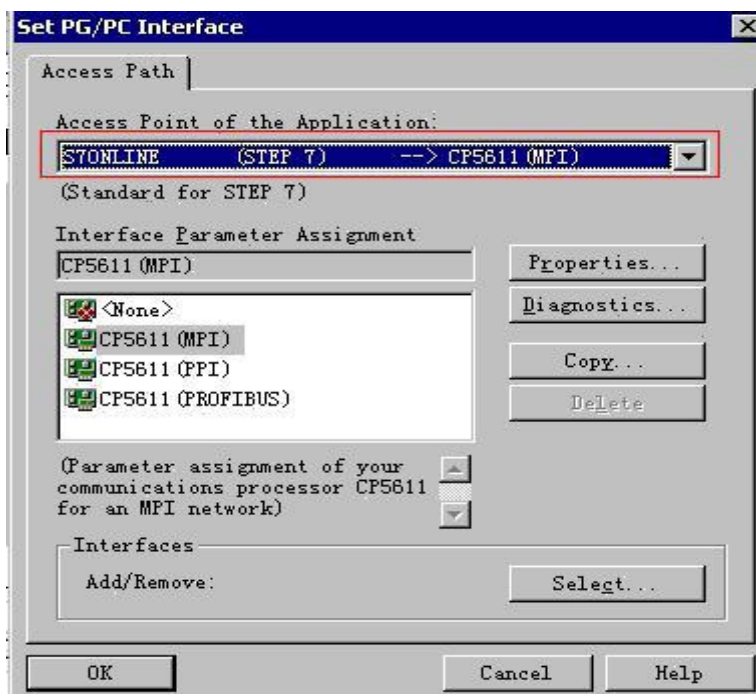
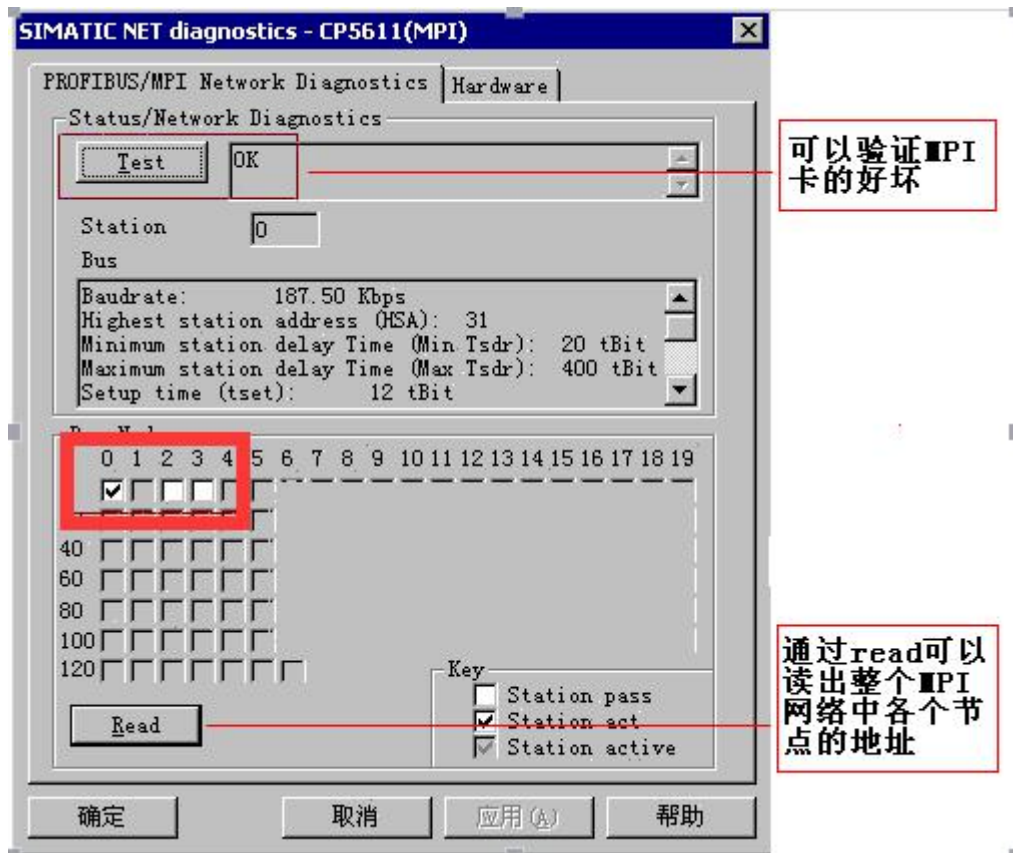

图 3-4
图 3-6
Access Point of the Application 选项必须设置为：S7ONLINE (STEP 7)->CP5611 (MPI)，如图 3-4 所示。如果设置为 micro/win ->CP5611 (MPI) 组态王将通讯不上。
点击图 3-4 中“Diagnostic”按钮，对 CP5611 或 CP5622 通讯卡进行诊断，如图 3-6 所示。
在图 3-6 中点击“Test”按钮，如果 CP5611 或 CP5622 通讯卡配置没问题并且通讯卡是好的话会显示“OK”。
1、图 3-6 中粗红框标示中 0 地址打钩指的是 CP5611 或 CP5622 通讯卡的地址，2、3 点亮指的是 MPI 总线上 PLC 的地址，如果除 0 外，其他地址（例如 2）没点亮请检查设置。